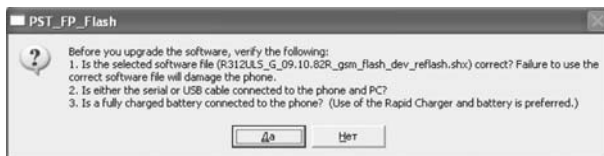

Рис. 2.14. Запрос-предупреждение PST Flash & Test Commands
6. Проверяют соответствие аппаратной платформы, для которой предназначен выбранный файл, и аппаратной платформы телефона, наличия связи с телефоном и уровня заряда аккумулятора (желательно, чтобы он был заряжен не менее чем на 70...80%, после чего утвердительно отвечают на запрос-предупреждение, приведенное на рис. 2.14.